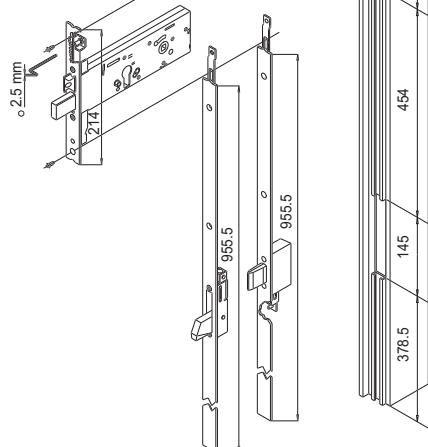
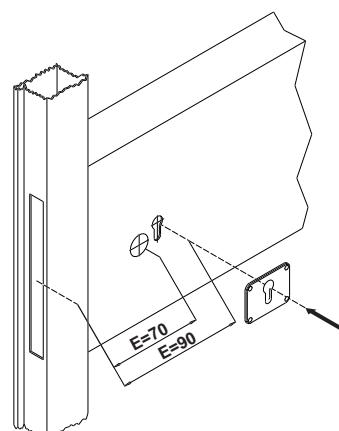

FIG. 22
FIG. 23
- H)** Sostituzione delle serrature a doppia mappa con la versione a cilindro utilizzando le borchie in nylon art. 06141-56-0 (**Fig. 22, Fig. 23**).
- H)** Remplacement des serrures double panneton avec la version à cylindre moyennant les rosaces en nylon art. 06141-56-0 (**Fig. 22, Fig. 23**).
- H)** Replacing double bitted locks with cylinder locks by using the nylon roses item 06141-56-0 (**Fig. 22, Fig. 23**).
- H)** Sustitución de las cerraduras de doble paletón en versión de cilindro, utilizando escudos de nylon Art. 06141-56-0 (**Fig. 22, Fig. 23**).